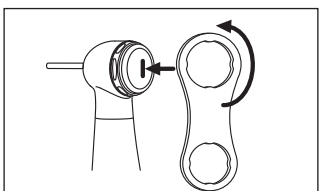
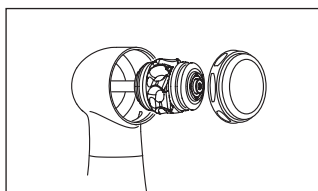

図 33
図 34
- 3 ヘッドキャップレンチをヘッドキャップに合わせ、反時計方向に回し、ヘッドキャップをゆるめます。ヘッドからカートリッジを取り出します（図 33、図 34）。